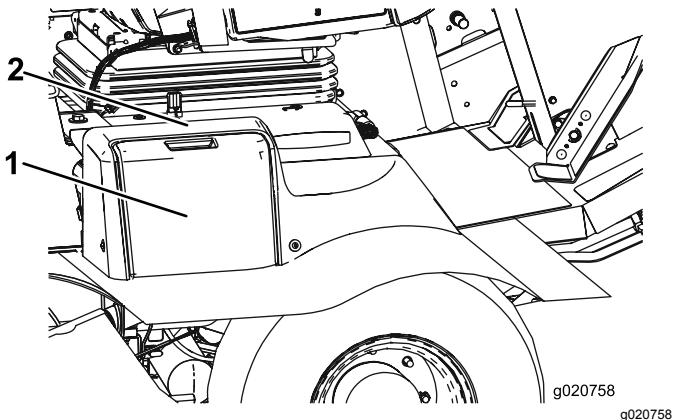

Figura 82
1. Abra a cobertura da bateria no lado do resguardo (Figura 82).
Nota: Pressione a superfície plana por cima da cobertura da bateria para facilitar a remoção da cobertura (Figura 82).